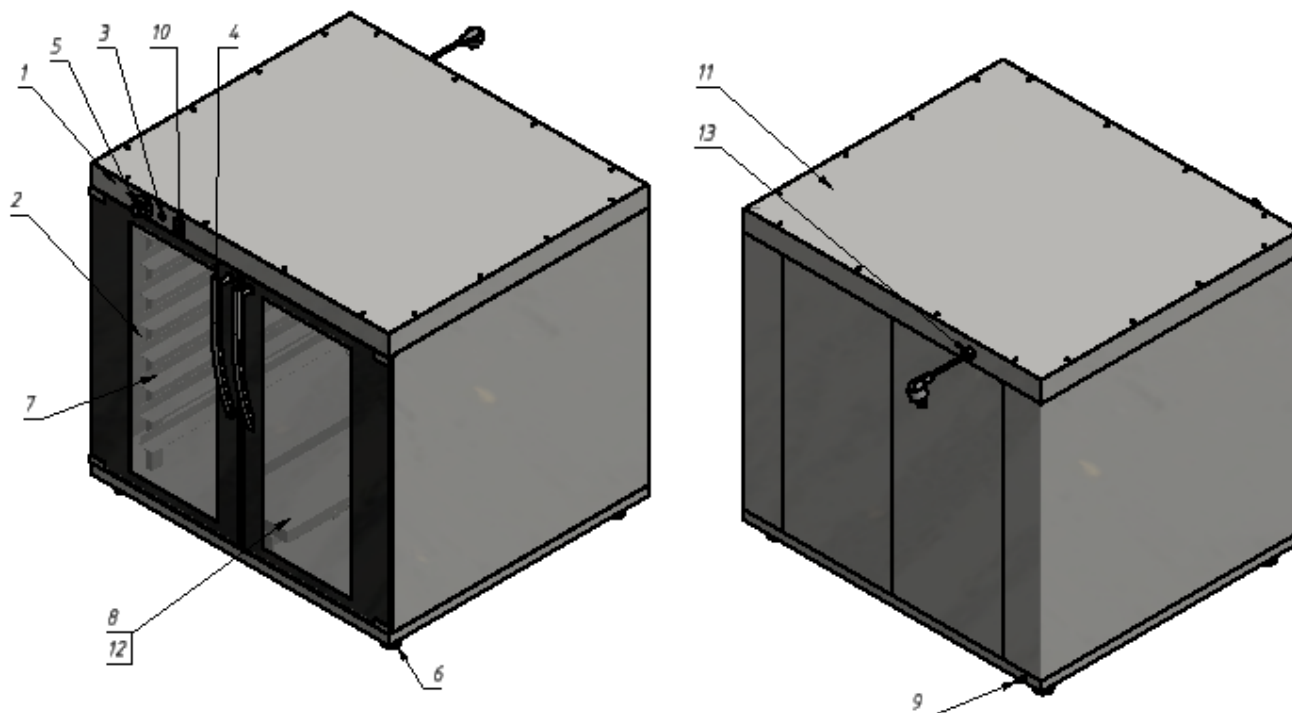

Рис. 2
- 5.3. Подсоединить заземление корпуса установки рис.2 поз.9 к заземляющему контуру помещения согласно ГОСТ 27570.0-87.
- 6.3. Нажать кнопку переключателя поз.10 рис.2.
- 6.4. Задать необходимую температуру расстойки поворотом ручки терморегулятора поз.5, рис.2., загорится сигнальная лампочка поз.3 рис.2. При этом установка начинает работать в режиме «Расстойка» (ТЭН нагревает воздух в камере). В дальнейшем терморегулятор будет поддерживать заданную температуру в камере.
- 6.5. При необходимости для увлажнения теста и препятствию образования корочки в ванночку поз.8 (Рис.2) наливают воду. Пополнять воду в ванночке по мере испарения, не допуская переливания воды через край.
- 6.8. При окончании работы установки выключить кнопочный переключатель поз.10 рис.2, провести чистку рабочей камеры специальными чистящими средствами, обмыть и вытереть насухо.